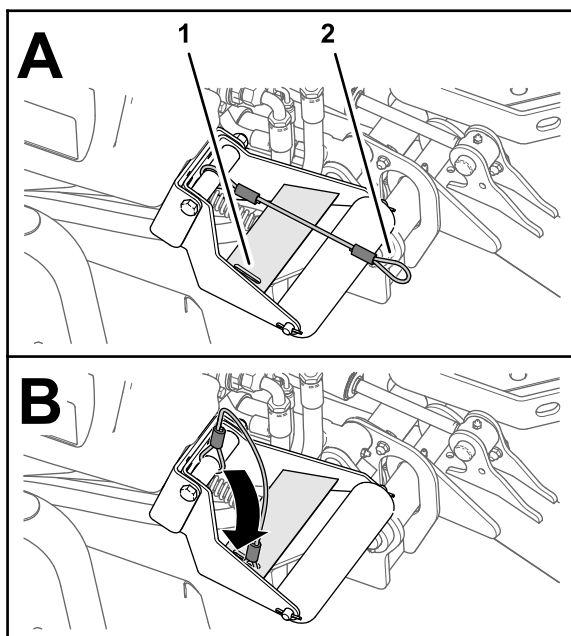

Figura 41
4. Con las unidades de corte bajadas, deslice el bucle del amarre en la ranura de la placa de refuerzo del soporte del rodillo (Figura 41).